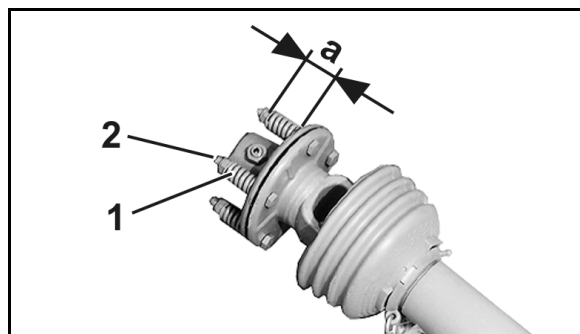

Bild 69
2. Slacka fjädrarna (Bild 69/1) genom att lossa respektive mutter (Bild 69/2).